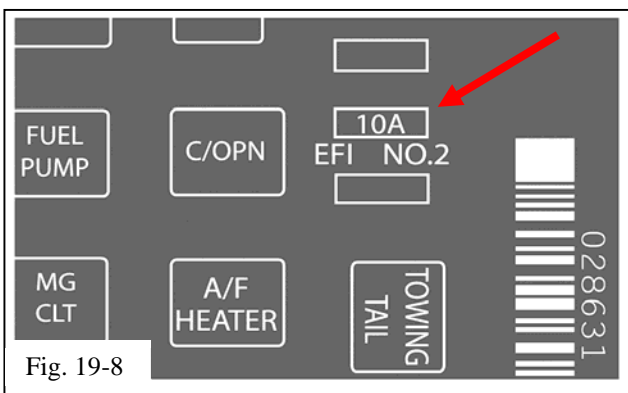

Fig. 19-8
- (j) Remove the 10-amp mini fuse labeled EFI No. 2 (Figs. 19-8 & 19-9).